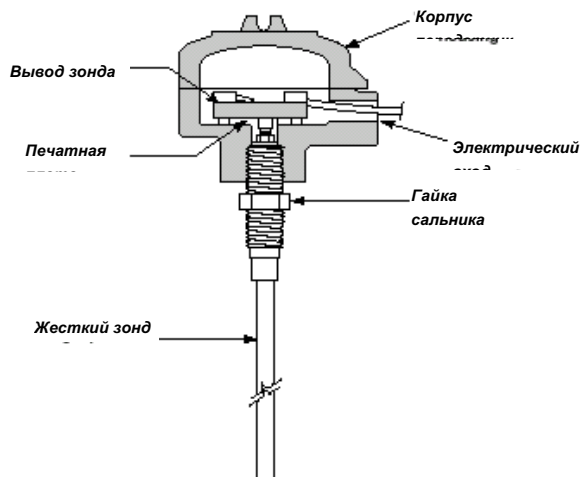

Рисунок 2
2. Плотнo затяните соединение, следя за тем, чтобы ключ применялся **ТОЛЬКО** для гайки сальника. См **Рисунок 2**.
4. Плотнo наверните корпус на зонд руками. Корпус можно затянуть гаечным ключом центровки электрического соединения. См **Рисунок 2**.